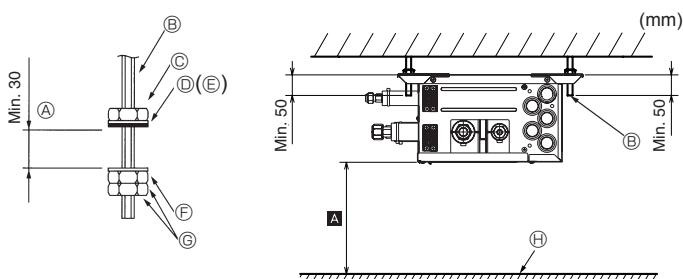

Fig. 6-1
- (2) Montera brickor och muttrar (①, ②, införskaffas lokalt) på upphängningsbultarna. (Fig. 6-1)
- (3) Häng upp enheten på upphängningsbultarna.
- (4) Dra åt muttrarna helt (kontrollera takhöjden).
- (5) Justera in avgreningsdosan i väg med hjälp av ett vattenpass.